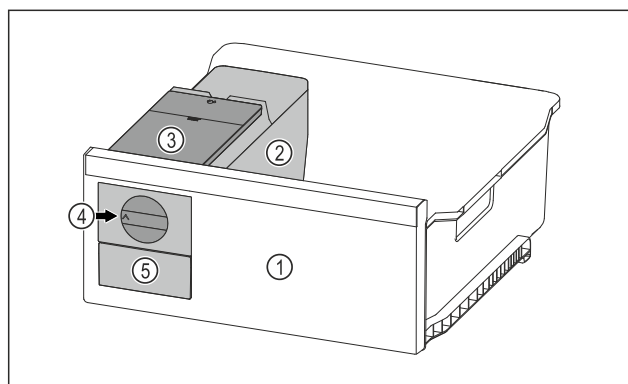

Fig. 212 Shembull ilustrues
- Rrotulloni dorezën e rrotullimit Fig. 212 (4) deri në fund në drejtim të akrepave të orës.
- Kubat e akullit bien nga forma e kubave të akullit brenda në sirtarin e kubave të akullit Fig. 212 (5). Nëse nga forma e kubave të akullit nuk bien të gjithë kubat e akullit: